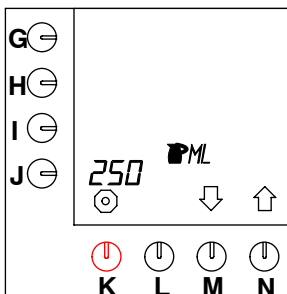

Fig. 36 Contenuto di un bricco
- Premere il tasto di selezione (N.)↑ fino a che sullo schermo viene visualizzato quanto illustrato nella fig. 36.